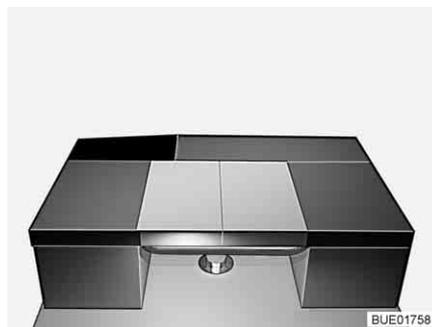

Bild 143 Nach dem Umbau
- Das Rückenpolster der seitlichen Sitzbank längs auf den Tisch legen (siehe Bild 143).